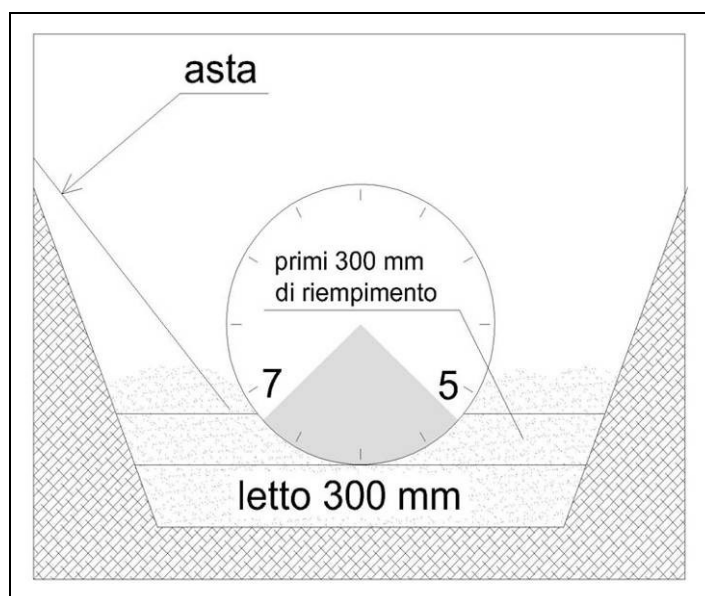

Figura 11 Inserimento primo strato di riempimento
- Dopo aver poggiato il manufatto sul letto di posa, mettere altri 300mm di materiale di riempimento (Figura 11), intorno al manufatto.
- ❑ Ripartire e compattare (eliminando i vuoti) tutto il materiale di riempimento tra le ore 5 e le ore 7 (riferimento angolare) come in Figura 11, per tutta la lunghezza del manufatto ed anche intorno alle due calotte (estremità).
- Mettere i primi 300mm di materiale di riempimento (Figura 11), intorno al manufatto.